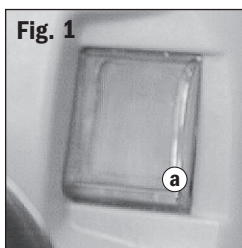
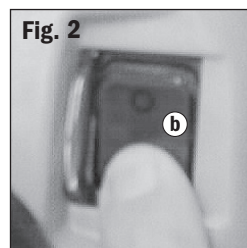

Fig. 1
Fig. 2
La tapa deslizante transparente (a) del interruptor evita el arranque accidental de la fresadora (Fig. 1). Deberá estar retraída antes de poder encender la fresadora. La tapa permanecerá abierta hasta que la fresadora esté apagada (Fig. 2).
1. “Apague” el interruptor de potencia (b) lo que permitirá que el interruptor de cierre (a) se cierre (Fig. 1). (El cierre se cerrará y trabará cuando la traba del collar de apriete esté enganchada.)